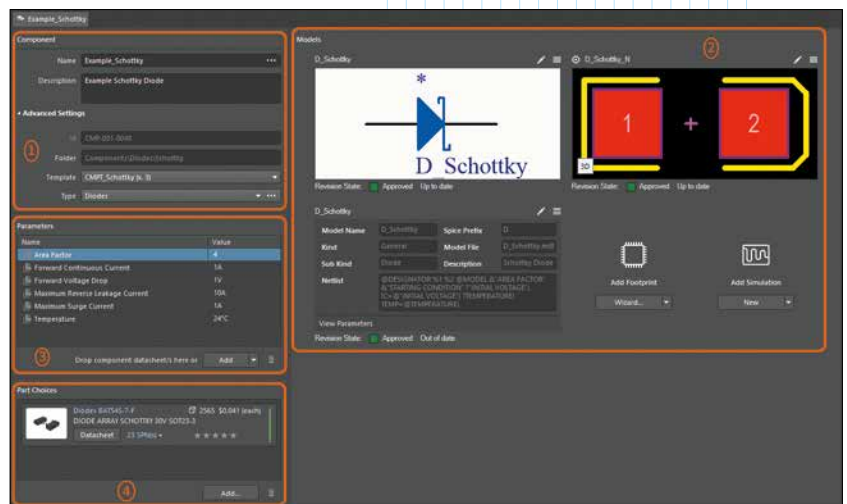

Рис. 1. Интерфейс редактора *Component Editor* в режиме *Single Component Editing*
*Item*, который объединяет в себе все данные, определяющие компонент. Эту концепцию хорошо отражает интерфейс инструмента создания отдельного управляемого компонента – редактора *Component Editor* – в режиме *Single Component Editing*. Каждая область рабочего окна относится к какой-то группе данных, определяющих компонент (рис. 1):